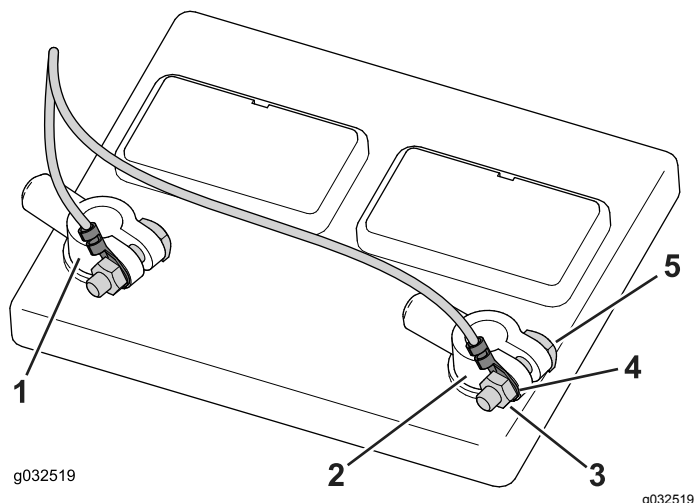

Figure 44
2. Desserrez et retirez le collier de la borne négative puis le collier de la borne positive de la batterie (Figure 44).
3. Retirez les écrous des boulons de borne (Figure 44).
4. Placez la cosse négative (fil noir) sur le boulon de la borne négative et vissez légèrement l'écrou (Figure 44).
5. Placez la cosse positive (fil rouge) sur le boulon de la borne positive et vissez légèrement l'écrou (Figure 44).
6. Placez le collier de borne positive sur la borne positive de la batterie, puis le collier de la borne négative sur la borne négative (Figure 44).